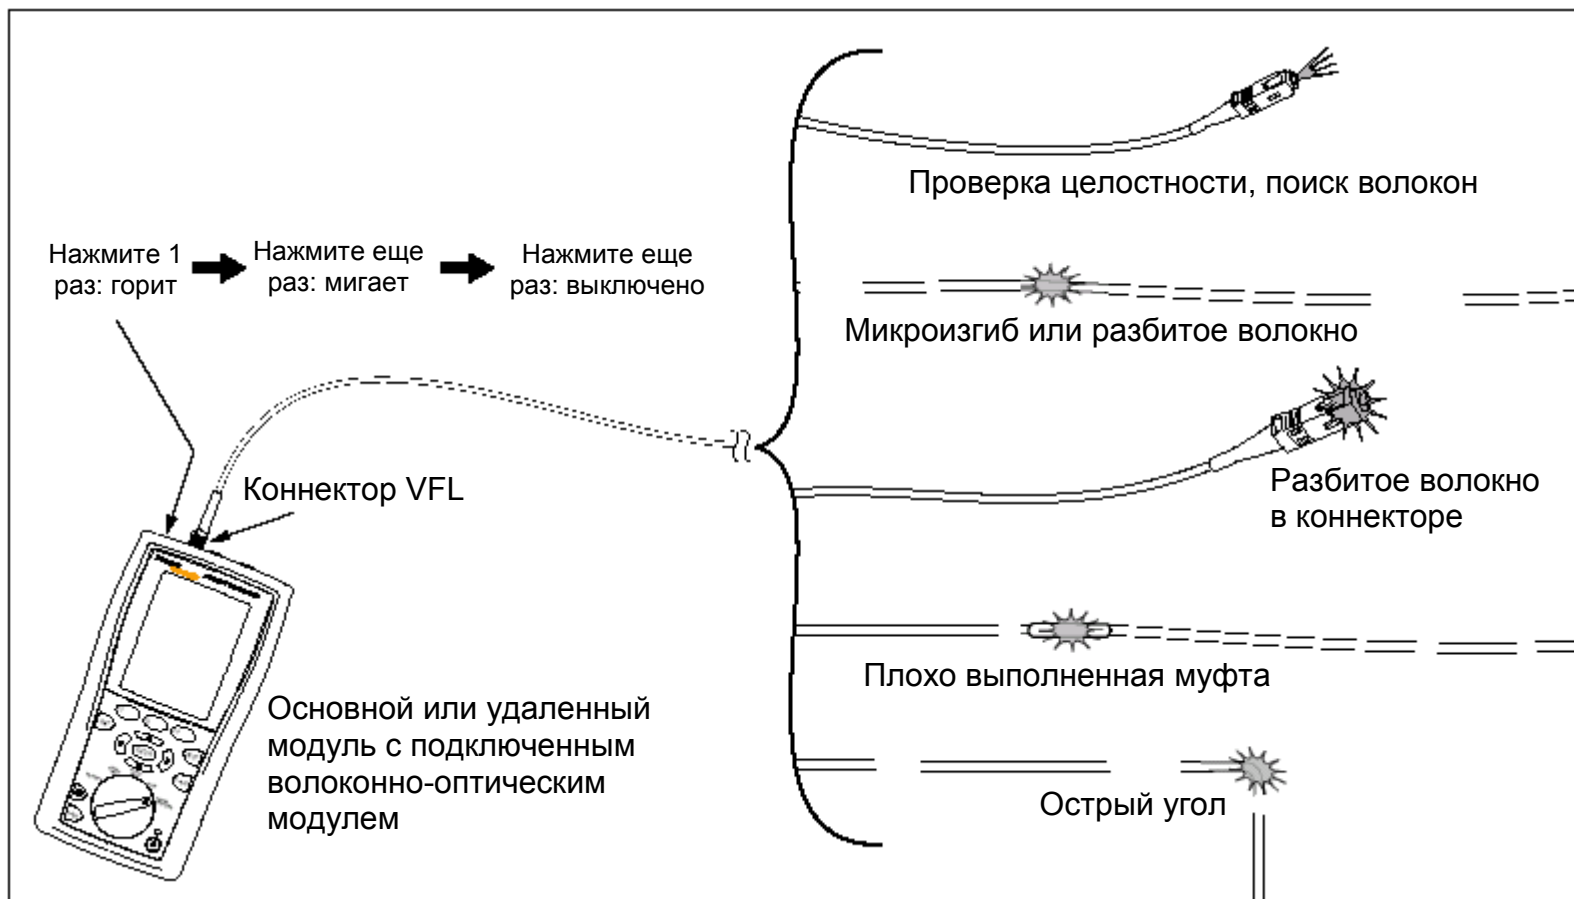

Рисунок 15. Использование источника видимого света Visual Fault Locator для поиска сбоя
4. Чтобы определить, где находятся нужные волокна или обнаружить точку сбоя, оглядитесь в поисках красного света (см. рисунок 15):